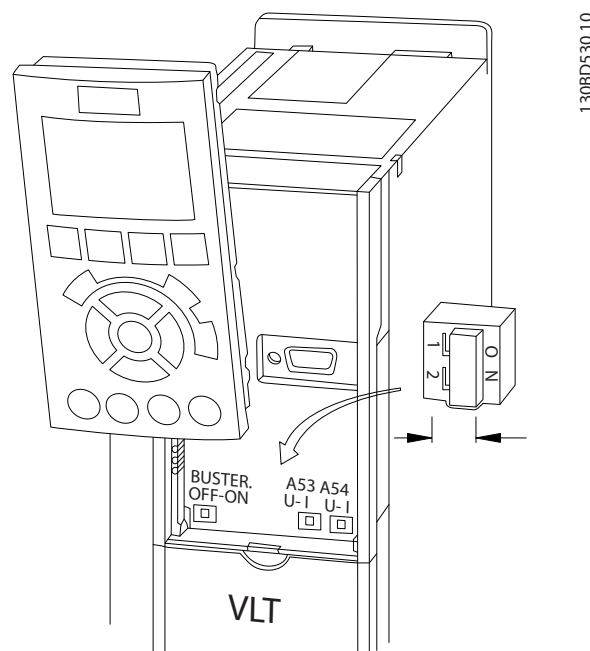

Рисунок 4.10 Расположение переключателей клемм 53 и 54
1. Снимите LCP (см. *Рисунок 4.10*).